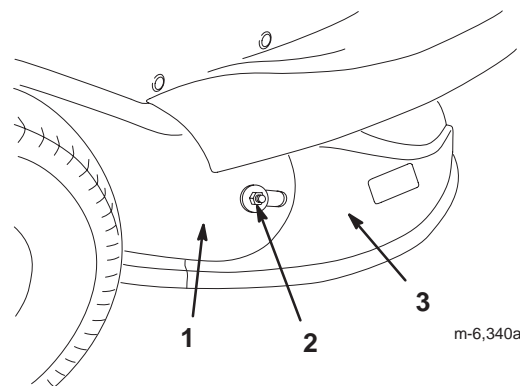

Bild 14
7. Entfernen Sie die Mutter und äußere Scheibe, mit denen der Auswurfkanal am Auswurfrohr befestigt ist (Bild 14).
13. Setzen Sie die Mutter und äußere Scheibe ein, um den Auswurfkanal am Auswurfrohr zu befestigen (Bild 14).